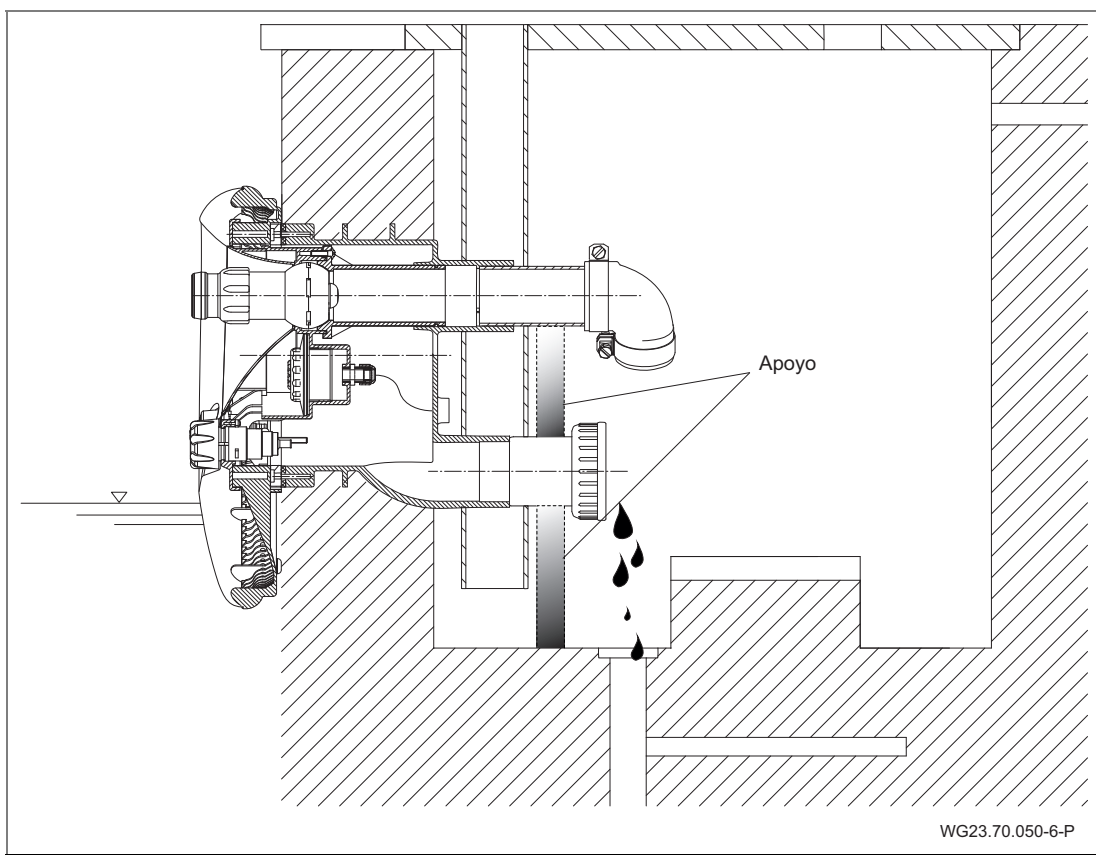

Fig. 28
3. Descargar la tubería de aspiración e impulsión por medio de apoyos. Ver "Fig. 28", página 47.